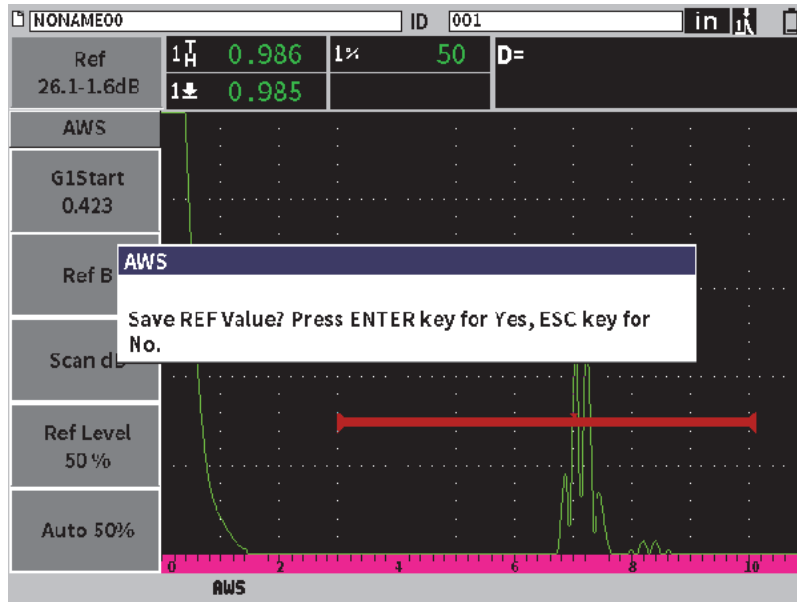

Figura 11-26 Cuadro de diálogo del valor Ref Level (B ref.) según AWS
9. Pulse la tecla TAB para resaltar la opción **Ref B** (B ref.); después, pulse la tecla ENTRAR para determinar un valor **Ref B** para comenzar la inspección (vea la Figura 11-26 en la página 212).